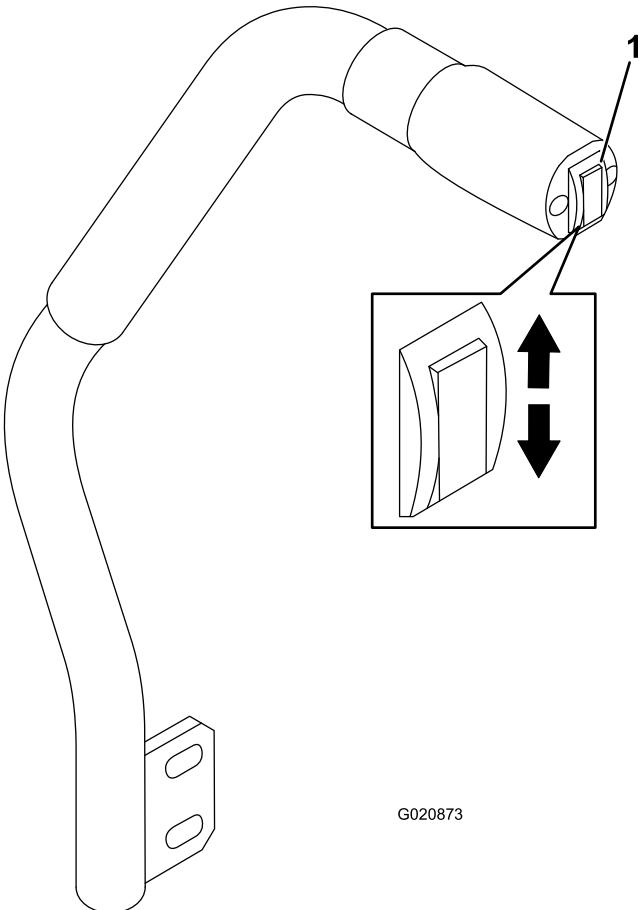

Figura 24
La palanca de elevación de la carcasa eleva y baja la carcasa de corte (Figura 24). El motor debe estar en marcha para poder utilizar esta palanca.
- Para bajar la carcasa de corte, presione hacia abajo el interruptor de elevación de la carcasa (Figura 24).
- Para elevar la carcasa, presione hacia arriba el interruptor de elevación de la carcasa (Figura 24).
- Con el motor en marcha, presione hacia arriba el interruptor de elevación de la carcasa hasta que la carcasa de corte esté elevada del todo y **suelte el interruptor inmediatamente** (Figura 24).